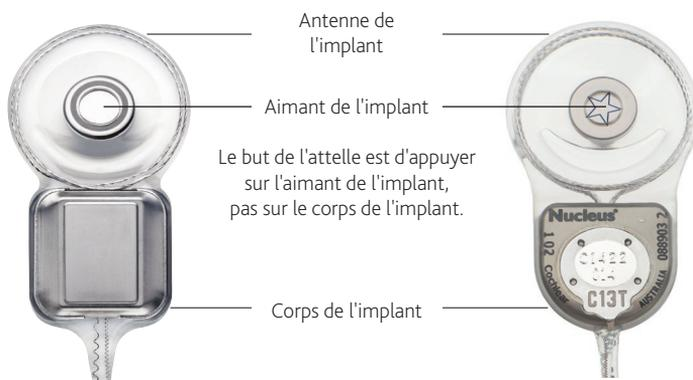

Figure 5 : Localisation de l'aimant sur les implants des séries CI500 (à gauche) et CI24RE (à droite)
- Par le toucher : palpez délicatement au niveau de l'implant pour trouver la position de l'antenne de l'implant. L'implant se compose de deux éléments : l'antenne arrondie de l'implant et le corps de l'implant. Voir la *Figure 5* ci-dessous. L'aimant de l'implant se situera au centre de l'antenne de l'implant.
1. Utilisez une attelle provenant de la trousse d'IRM et centrez-la sur le site de l'aimant de l'implant (comme indiqué) contre la peau. Pour les porteurs bilatéraux, utilisez une attelle pour chaque implant. Assurez-vous que chaque attelle est bien en place sur l'aimant de l'implant. Reportez-vous à la *Figure 5* ci-dessous pour voir l'emplacement de l'aimant de l'implant. Vous pouvez vous faire assister d'une autre personne pour maintenir chaque attelle en place pendant que vous placez le bandage. Vous pouvez aussi utiliser la bande adhésive fournie pour maintenir l'attelle en position avant de placer le bandage.